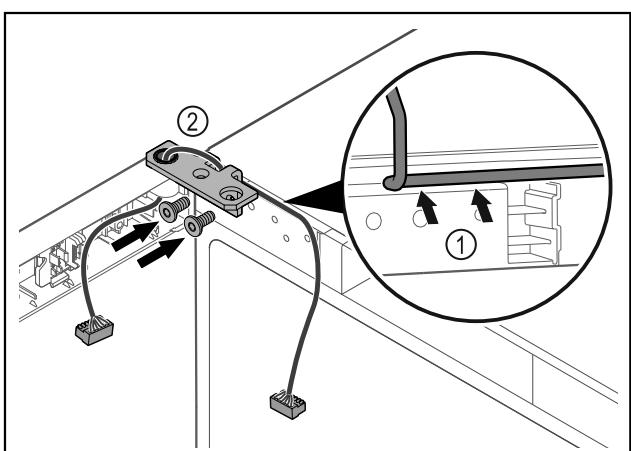

Fig. 44
- Provedite kabel kroz izrez na kutnoj šarci i oprezno ga položite Fig. 44 (1).
- Navrnite kutne šarke Fig. 44 (2).